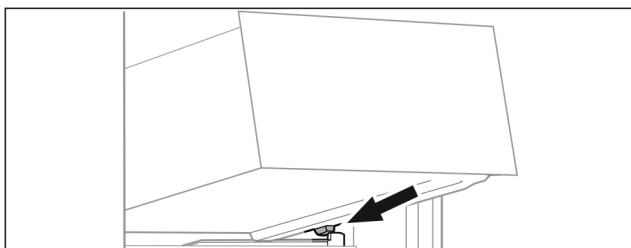

Fig. 69
- Lade schuin achter de stoppers op containerrib plaatsen. (zie Fig. 69)